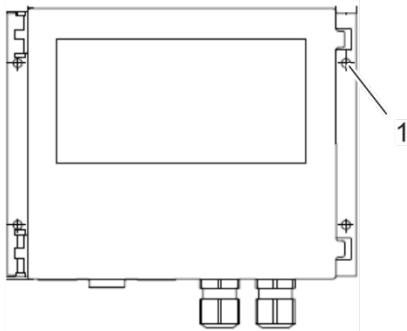

Abbildung 81: Rotorreinigung
2. Befestigen Sie den Reinigerantrieb mit mindestens 3 Bohrungen (Abbildung 81/1) mit selbstschneidenden Schrauben am Rotorgehäuse.